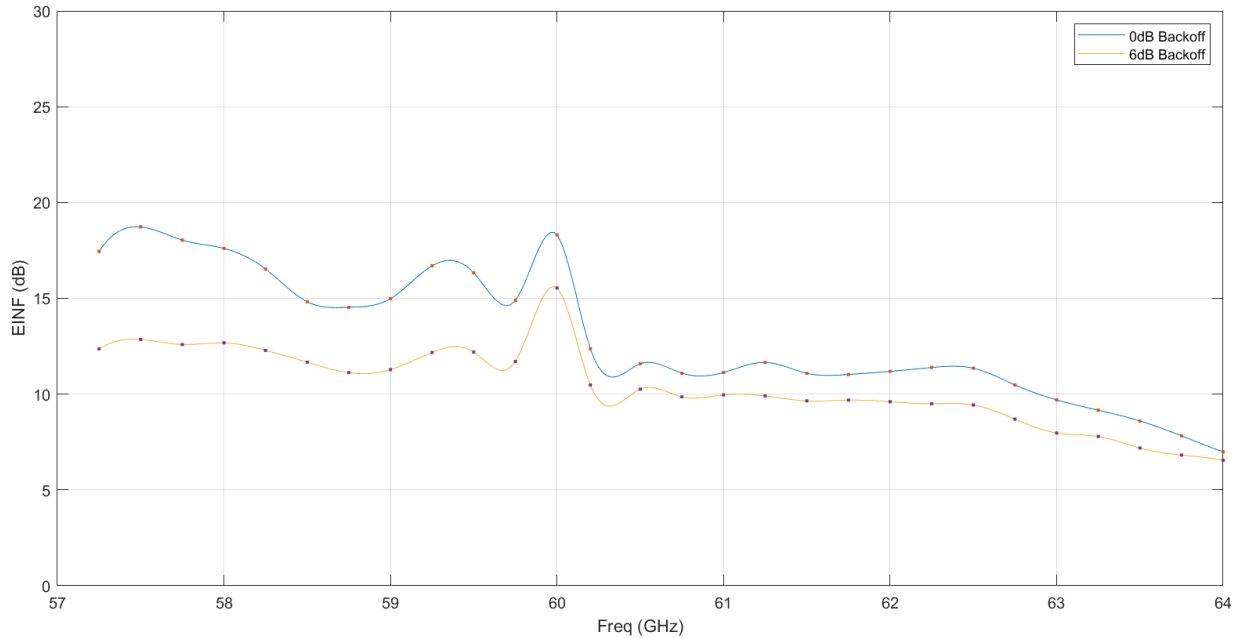

图 2-2. 在不同频率下启用单个 TX 时的平均 EINF
| 图 2-2. 在不同频率下启用单个 TX 时的平均 EINF..... | 3 |
多个发送和接收对的这些影响可以整合在一起，从而显示射频频率下所有发送和接收天线的总体影响。图 2-2 显示了不同 TX-RX 组合的平均噪声系数。
- 选择 FMCW 线性调频脉冲的启动和停止频率 (带宽) 有助于减少耦合和降低噪声系数。如图 2-2 所示，61GHz 至 64GHz 频带的耦合比 57GHz 至 61GHz 频带的耦合更低。设定一个合理的线性调频脉冲来利用 61GHz 至 64GHz 频带部分有助于降低噪声系数。当地法规和其他注意事项可能会推动终端应用的频率选择，但根据前面的图形可以得出不同频带中的预期噪声系数。